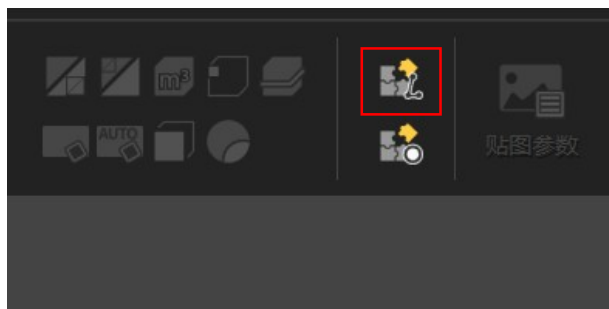

图 9-1 模型拼接（特征）按钮
2. 在软件内点击模型拼接（特征）功能，如图 9-1 所示；